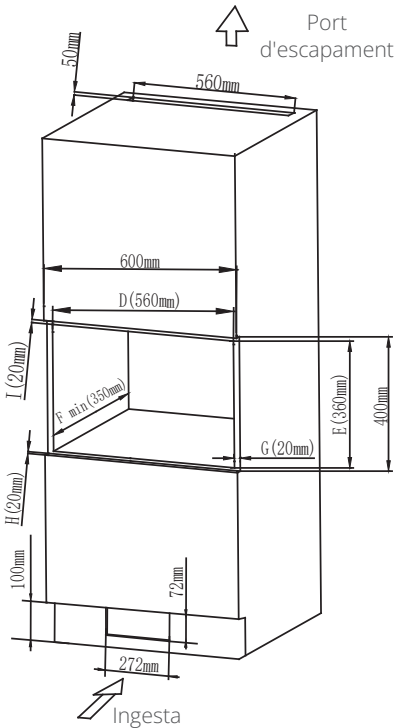

Fig.5
Mida d'obertura: (D)560±2 x (E)360±2 x (F) 550±2 (mm) com es mostra a la Fig.5 "D", "E",